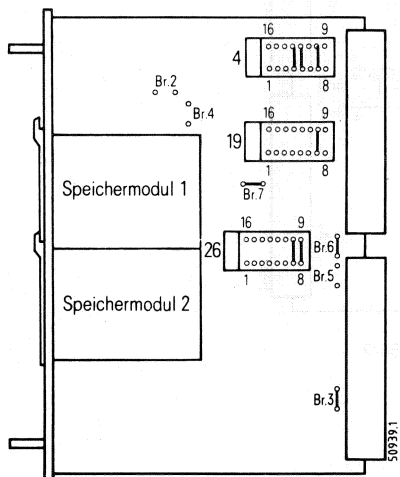

Bild 7 Speicherbaugruppe 350/1
- Brücken 4.4-13, 4.5-12 und 4.7-10 einlegen (Bild 7).
Brücke 19.7–10 einlegen (Bild 7).
Brücken 26.7–10 und 26.8–9 einlegen (Bild 7).